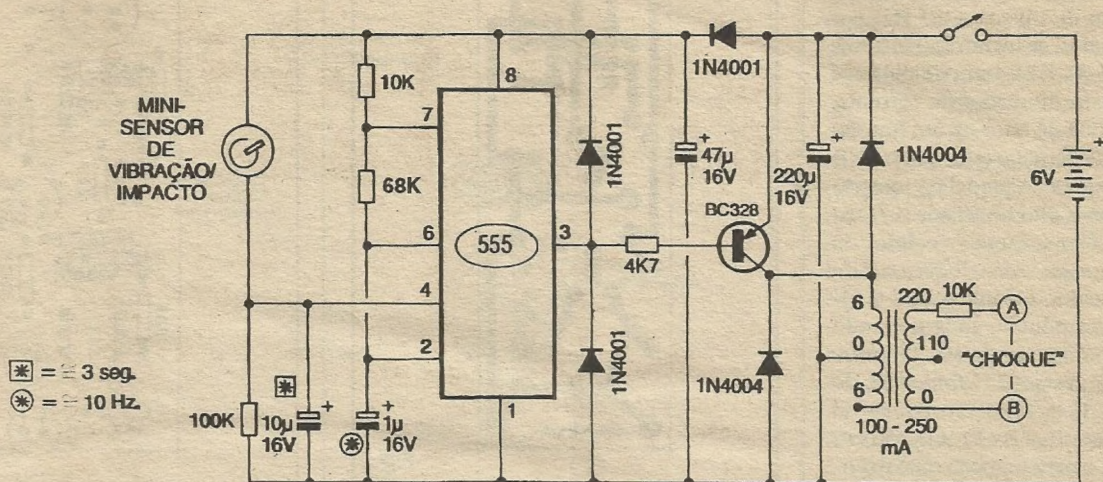

Fig.1
- FIG. 1 - DIAGRAMA ESQUEMÁTICO DO CIRCUITO - Um integrado (super comum...) 555 faz os trabalhos centrais do circuito (e que são razoavelmente complexos, apesar da aparente simplicidade geral...): basicamente está arranjado como oscilador, com frequência determinada em aproximadamente 10 Hz pelos valores dos resistores de 10K e 68K e do capacitor de 1µ (desde já fica o leitor/hobbysta avisado que, se quiser modificar a frequência,